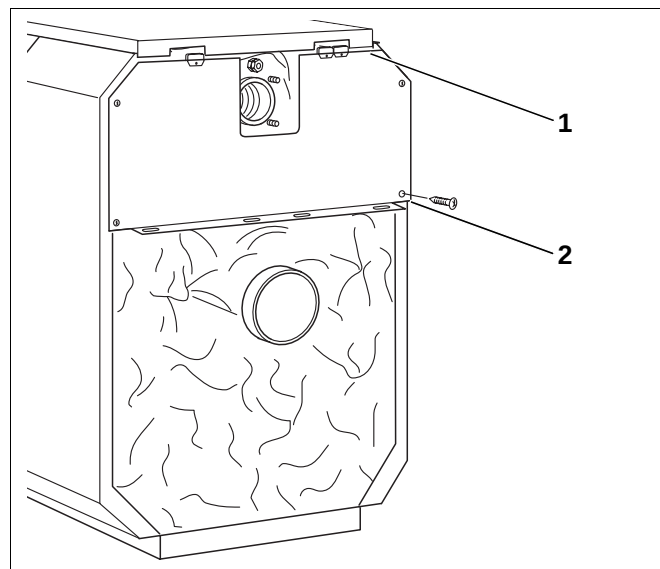

Abb. 57 Obere Kesselrückwand montieren
- Obere Kesselrückwand unter die hintere Kesselhaube schieben (Abb. 57, **Pos. 1**) und von hinten mit vier Blechschrauben an den Seitenwänden anschrauben (Abb. 57, **Pos. 2**).